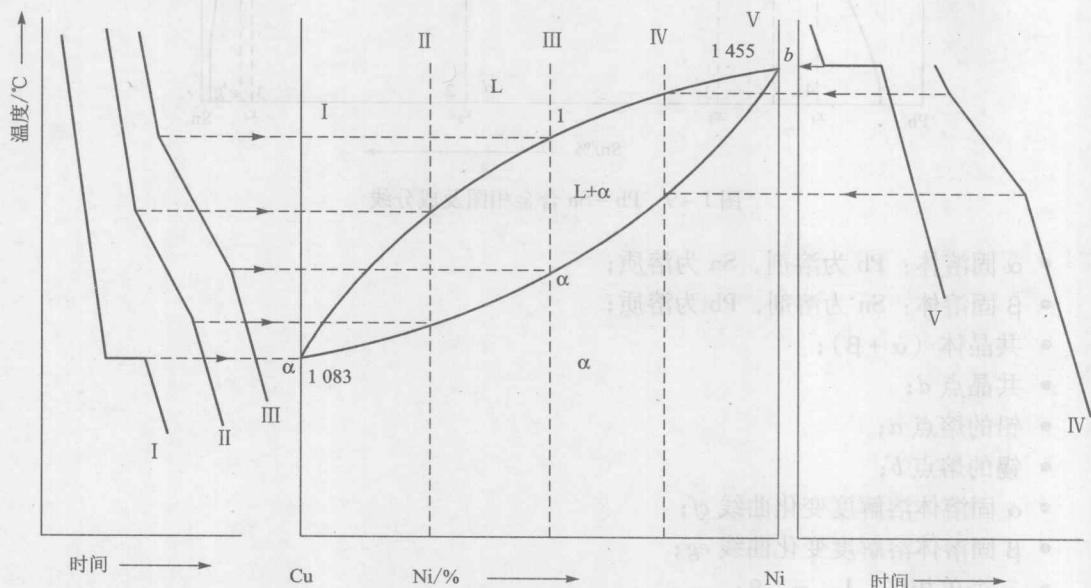

图 1-8 Ni - Cu 相图
① 匀晶相图是指合金组元在液、固两相下均能无限互溶，结晶时只结晶出单相固溶体组织的合金相图。如 Au - Ag、Ni - Cu 等二元合金系。下面以 Ni - Cu 相图（图 1-8 所示）为例介绍相图的建立。